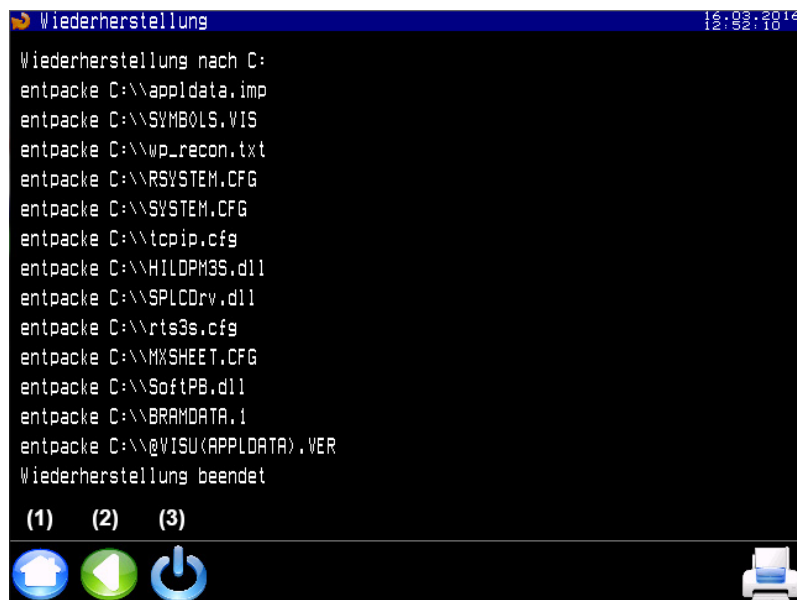

Abb. 4.8: Bildschirmseite „Wiederherstellen, Fortschrittanzeige“
*Er wird grün unterlegt und der orange Pfeil (1) erscheint und blinkt.*
- => Betätigen Sie den Button (1).
*Es erscheint die Bildschirmseite (Abb. 4.8) mit der Anzeige des Wiederherstellungsfortschritts.*